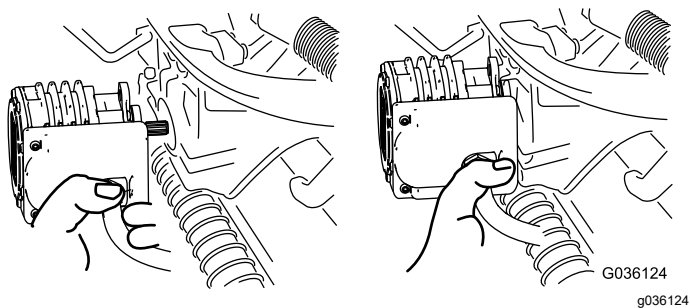

Рисунок 57
- Переместите электродвигатель на место хранения на передней стороне рычага подвески (Рисунок 57).